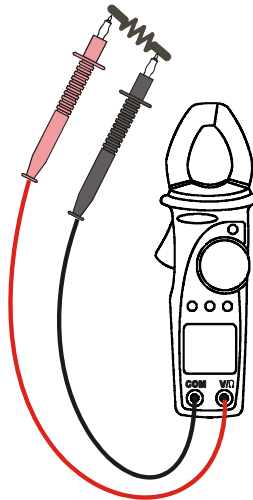

Abb. 8: Widerstandsmessung und Durchgangstest
3. Verbinden Sie die Prüfspitzen mit dem gewünschten Messobjekt (s. Abb. 8). Der Messwert wird auf dem Display angezeigt.